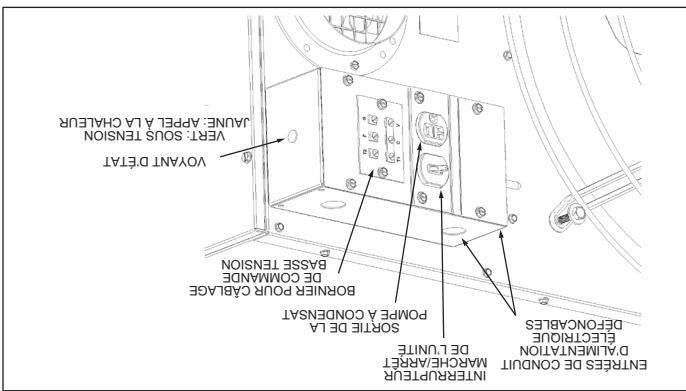

Figure 18.1 - Boîte pratiqne avec interrupteur à bascule pour entrepreneur
7. Pour l'empêchement d'entretien à la boîte de distribution, reportez-vous à la figure 18.1.